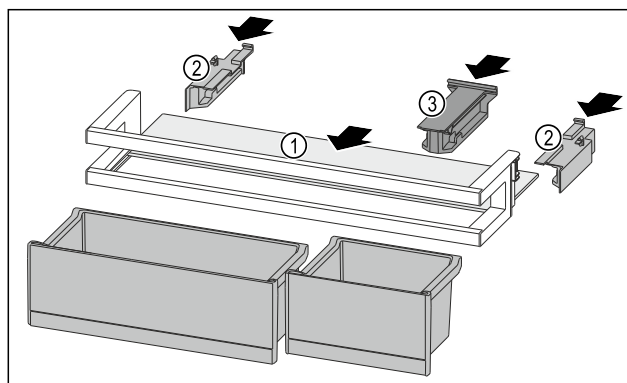

Fig. 189
- Umetnite policu Fig. 189 (1) u bočna udubljenja.
- Umetnite bočne dijelove Fig. 189 (2).
- Umetnite pridržni dio Fig. 189 (3).